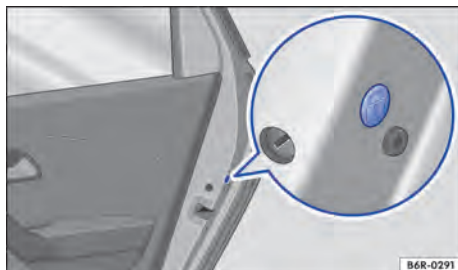

Fig. 48 Na porta traseira: travamento de emergência, coberto por uma vedação de borracha.
- Remover a vedação de borracha na lateral da porta. A vedação está identificada por um cadeado  → Fig. 48.